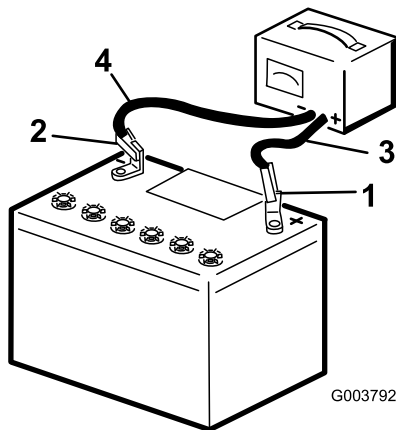

Figure 78
6. Quand la batterie est chargée au maximum, débranchez le chargeur de la source électrique, puis débranchez les fils du chargeur des bornes de la batterie (Figure 78).
3. Connectez le câble positif du chargeur de batterie à la borne positive de la batterie (Figure 78).
4. Branchez le câble négatif du chargeur de batterie à la borne négative de la batterie (Figure 78).